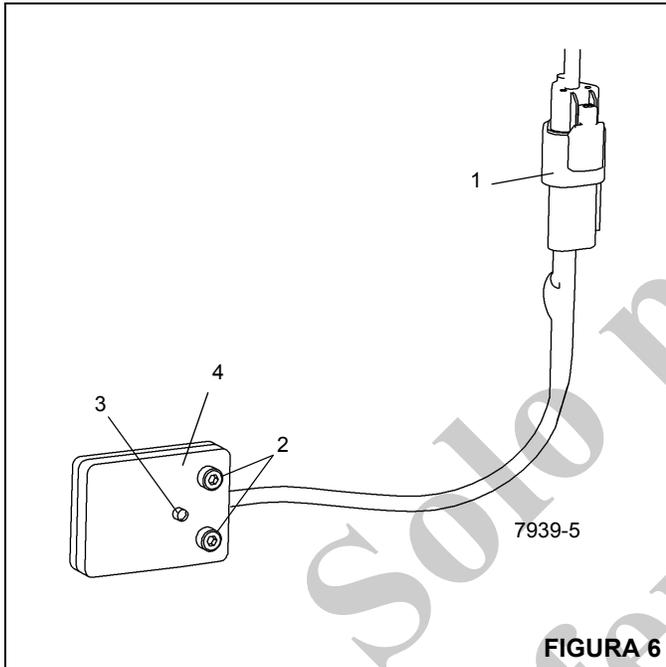

FIGURA 6
1. Desconecte el conector eléctrico (1, (Figura 6)) en el interruptor.
2. Retire los dos tornillos (2, (Figura 6)) que sujetan el interruptor (4) a la caja del estabilizador; retire el interruptor.
2. Use dos tornillos (2, (Figura 6)) para fijar el interruptor (4) a la caja del estabilizador.
3. Conecte el conector eléctrico (1, (Figura 6)) al interruptor.
4. Con la unidad encendida y la viga del estabilizador completamente extendida, compruebe que el LED (3, (Figura 6)) del interruptor de proximidad se ilumina; retraiga la viga del estabilizador y verifique que el LED no está iluminado.